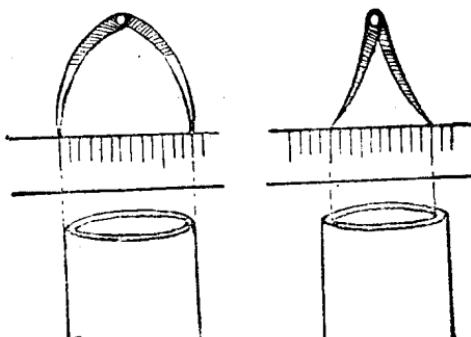

图 1—2
① 测量曲线长度时，可用课本上介绍的利用滚轮、棉线进行测量。
② 测量微小长度（象纸的厚度，细丝的直径）时，可用课本上介绍的积累法去测量。
③ 测量锥体的高、球体的直径时，可参照课本上介绍的利用刻度尺和三角板配合的方法测量。
④ 生产实际中常用卡钳配合刻度尺来测量圆柱体的直径、圆筒的内、外径。卡钳分内卡（用来测内径）、外卡（用来测外径）。图 1—2 中用卡钳脚尖紧贴被测物体，使二脚尖距离等于物体的内径或外径。再用刻度尺量出卡钳二脚间距离，就得到了圆筒的内径或外径值。